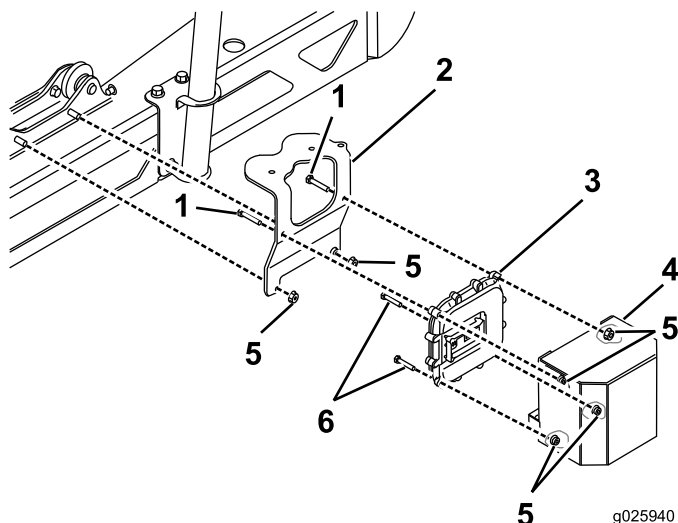

Figura 16
2. Para o modelo 1750, instale o controlador electrónico, suporte e cobertura na máquina (Figura 16).